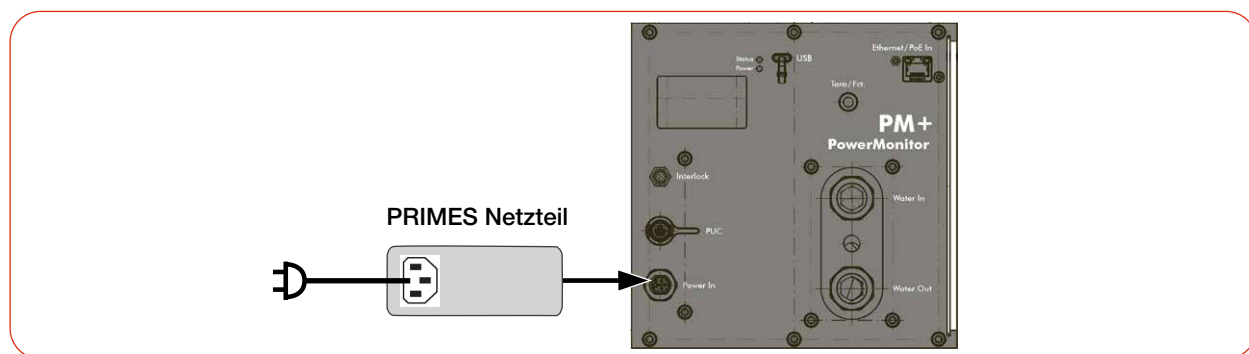

Abb. 7.2: Spannungsversorgung als Stand-alone-Gerät anschließen, Anzeige der Messwerte am Gerät
- ▶ Schließen Sie das PRIMES Netzteil gemäß der Abb. 7.2 auf Seite 26 an.